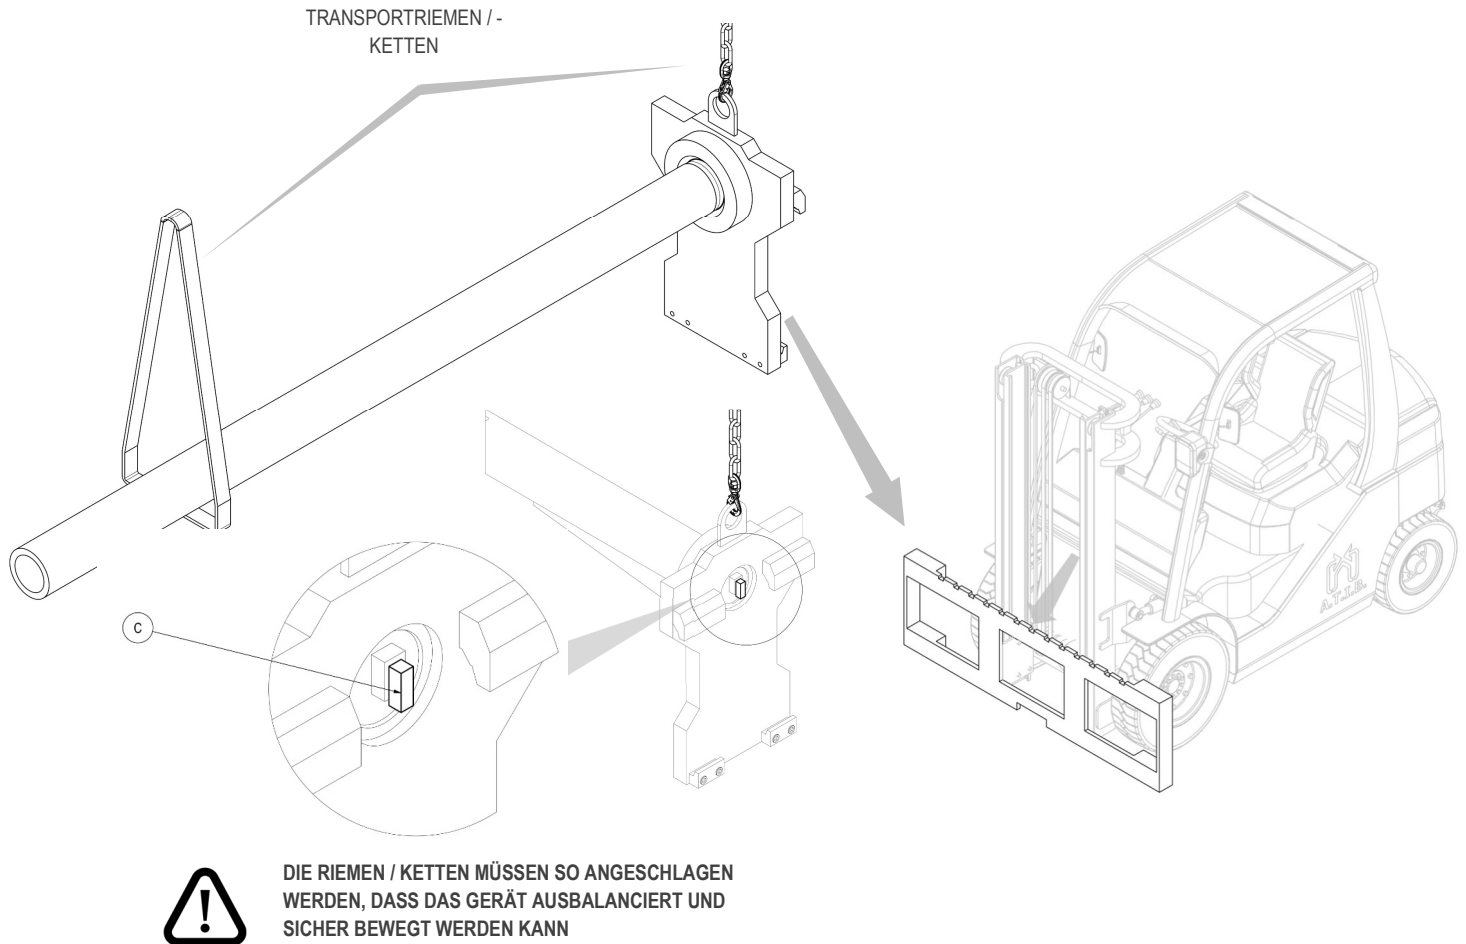

Abbildung 3
- Hängen Sie das Gerät an einen Brückenkran oder einen Flaschenzug mit ausreichender Tragleistung und setzen Sie es auf die Gabelträgerplatte. Achten Sie darauf, dass der Zentrierstift **C** in die Mittelkerbe der Trägerplatte einrastet (siehe Abbildung 3).